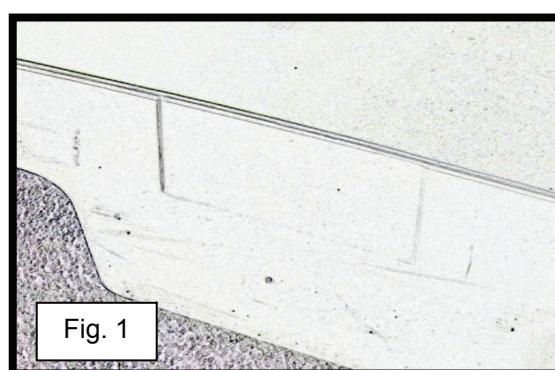

Fig. 1
- 1) Repérer la zone rectangulaire renfoncée dans la **surface extérieure** du dispositif d'accumulation (consulter la fig. 1). C'est l'emplacement recommandé par Justrite Manufacturing pour la pose des attaches de liaison.